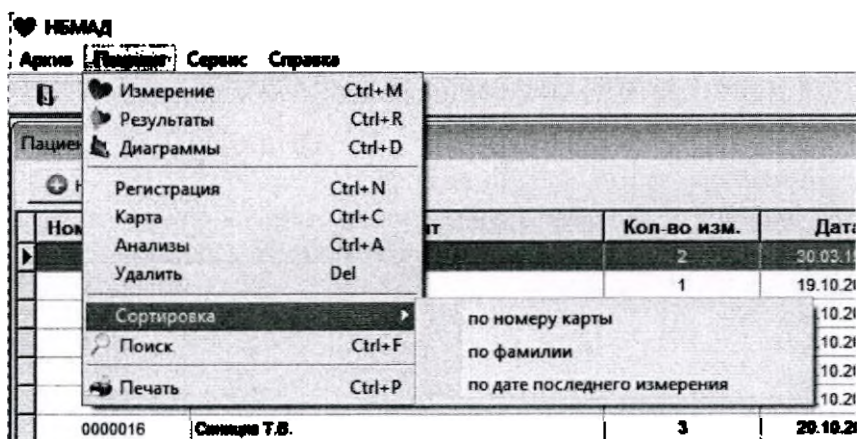

Рис. 13. Вложенное меню «Пациент/Сортировка»
- войдите во вложенное меню «Пациент/Сортировка» (рис. 13) и щелкните на выбранном признаке. Записи в окне «Пациенты» расположатся в соответствующем порядке.